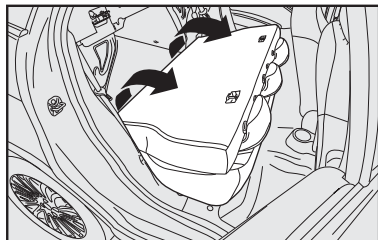

fig. 85
4) Rebater para a frente o encosto, passando os cintos pelos lados, até que este se apoie sobre o assento traseiro **fig. 85**.